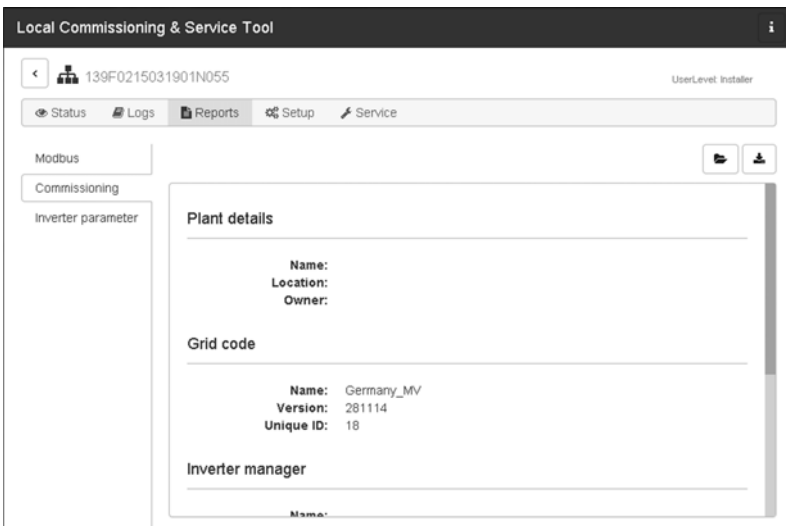

Abbildung 15: LCS-Tool - Inbetriebnahmebericht
13. Bei Inbetriebnahme ist es möglich, einen Inbetriebnahmebericht im Menü **Reports** herunterzuladen. Der Bericht enthält alle Informationen über die Wechselrichtereinstellungen, einschließlich der eingestellten Trennwerte für die einzelnen Wechselrichter. Über das Ordnersymbol im Menü **Reports** ist es möglich, ein Verzeichnis Inbetriebnahmeberichten (inklusive Grid-Code Informationen) zu öffnen (siehe Abbildung 15).